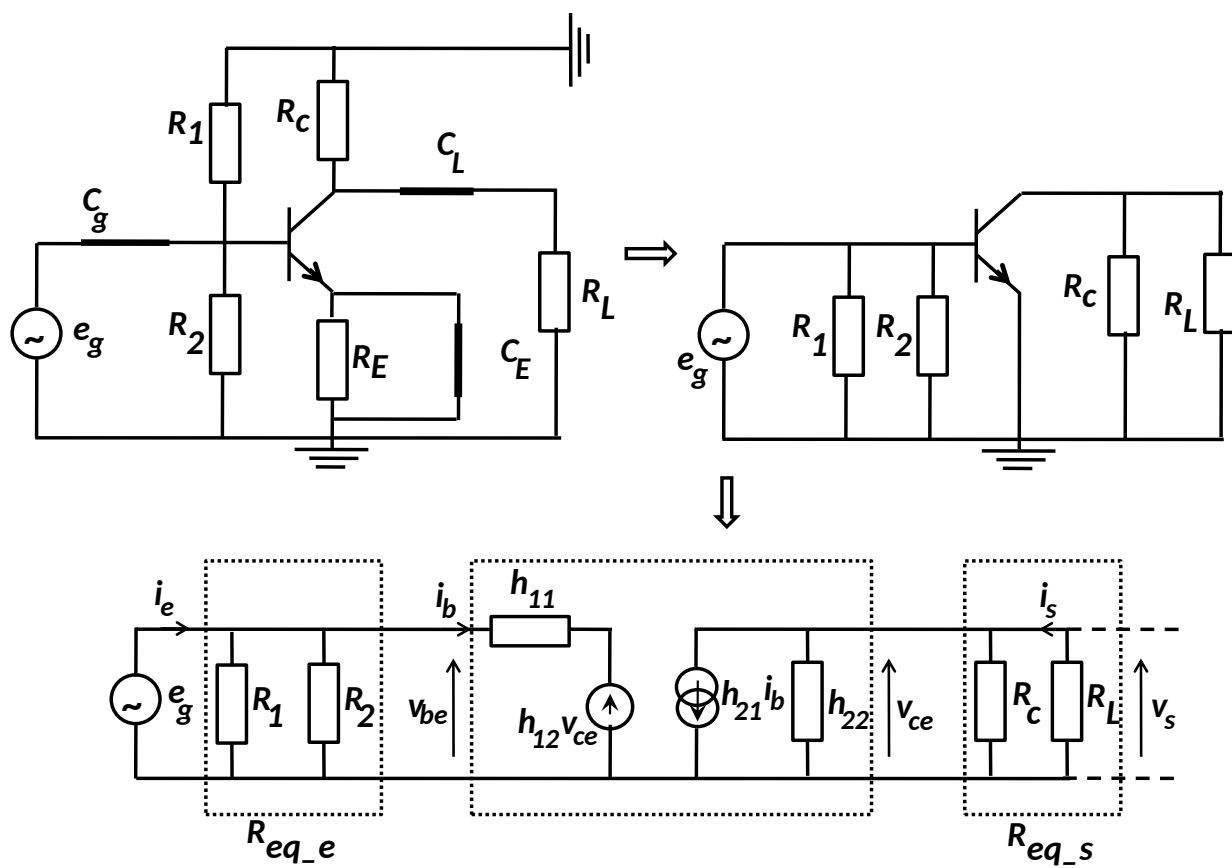

Figure 5: Schéma équivalent dynamique du montage
1. Les différents étapes pour l'obtention du schéma équivalent dynamique du montage est présenté sur la figure 5.